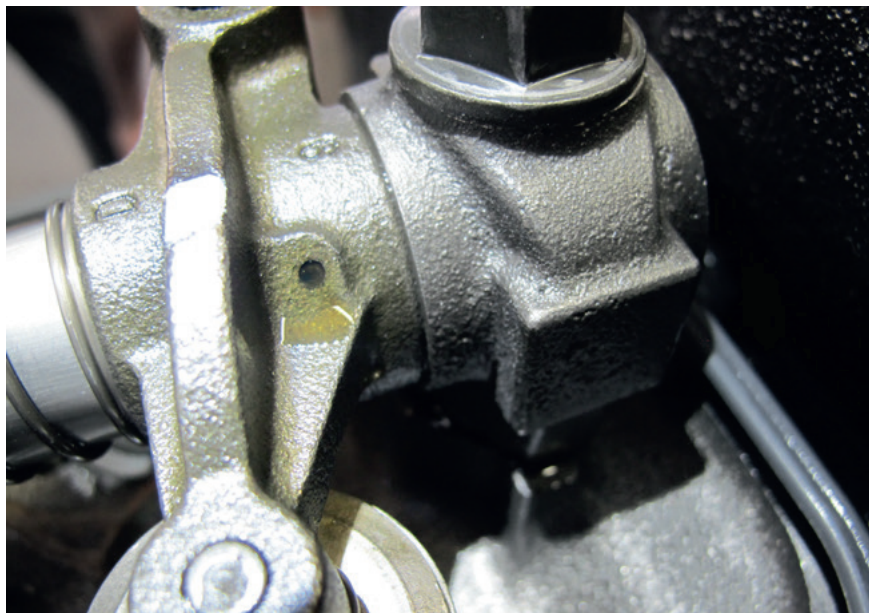

Рис. 3
2. Масло нагнетают в двигатель до тех пор, пока оно не начнет выступать из самых удаленных от масляного насоса точек смазки. Как правило, это опоры коромысел привода клапанов (Рис. 3) или места установки подшипников распределительных валов, имеющих верхнее расположение. При подаче масла нельзя превышать максимально допустимое значение рабочего